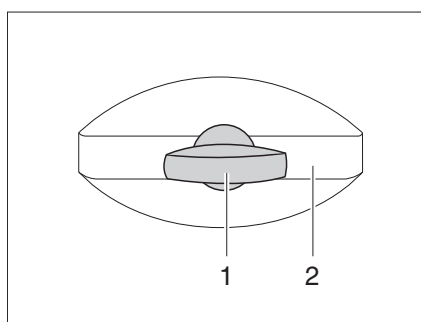

Fig. 29 Cerradura de la trampa, de forma elíptica, cerrada
- Introducir la llave en el cilindro de cierre (Fig. 29,1) y girarla un cuarto de vuelta en sentido contrario a las agujas del reloj. El asidero de la cerradura (Fig. 29,2) se abre de golpe.